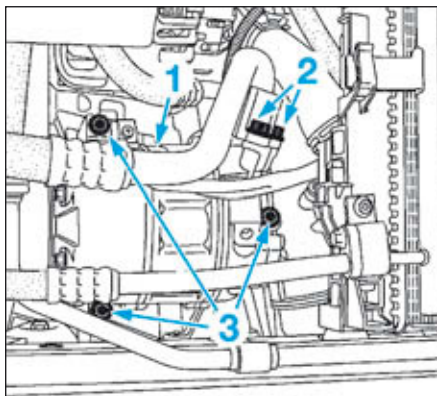

FIG.2
- Débrancher le connecteur (1) du compresseur (Fig.2).
- Déposer les vis (2) des tuyaux de liaison du compresseur.
- les vis (3) du compresseur,